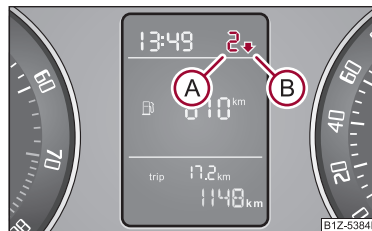

Fig. 17 Recomandare pentru schimbarea treptei de viteză
Pe afișajul tabloului de instrumente se prezintă o informație despre treapta de viteză selectată (A) ⇒ pagina 18, fig. 17.